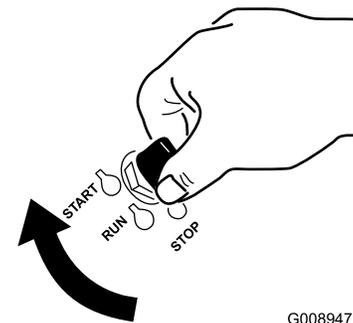

Figura 17
7. Girate la chiave di accensione in posizione di avvio (Figura 17). Rilasciatela quando il motore si accende.